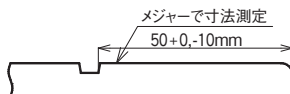

図86 挿し口端面から溝までの距離の確認
- ② 図86のように溝と挿し口端面の距離が挿し口全周にわたって $50+0, -10$ の範囲内であることを確認する。